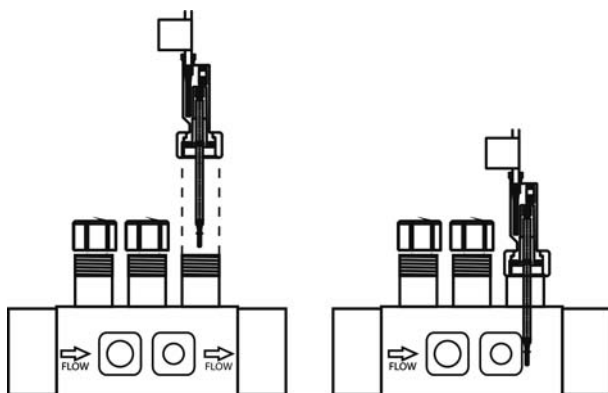

Fig. 10
2. Installare il rivelatore di flusso (interruttore di flusso) in dotazione, sempre in verticale, sul porta-sonde fornito con il sistema (Fig. 10).